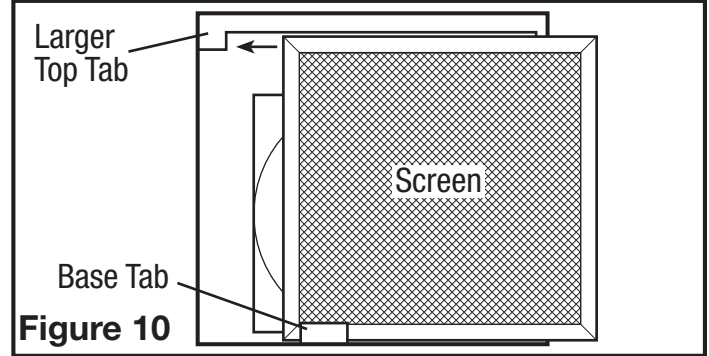

Figure 10
- Si le grillage n'est pas en place, insérez le grillage dans la languette située à la base de l'unité (assurez-vous que le côté le plus large du grillage est latéral à l'intérieur de l'unité) (**Figure 10**).
- Faites glisser le grillage sur le côté avec la plus grande languette supérieure en vous assurant que le grillage s'adapte derrière la languette (**Figure 10**).